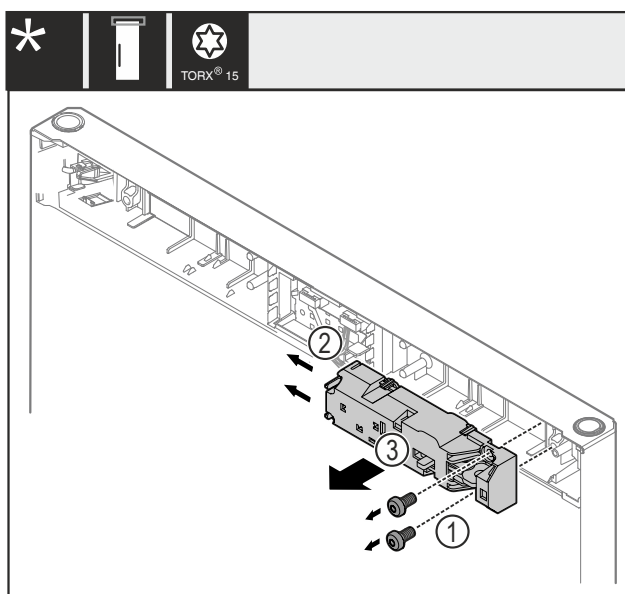

Fig. 21
- Îndepărtați șuruburile Fig. 21 (1).
- Apăsați ciocurile de fixare Fig. 21 (2) în lateral și detașați încuietoarea de la distanță Fig. 21 (3).